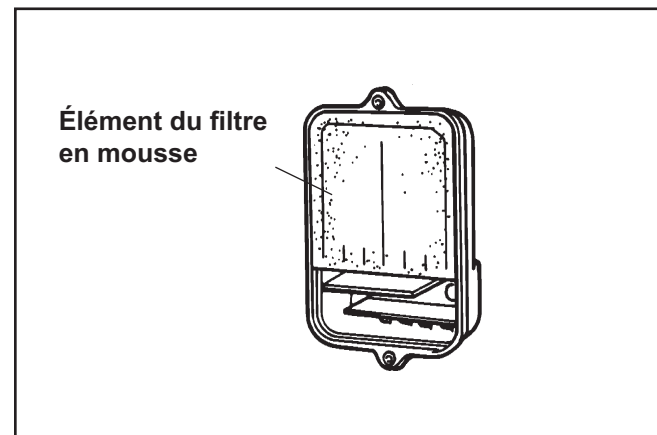

Figure 4-17. Détails du filtre à air en mousse.
2. Retirer l'élément en mousse du carter du filtre à air. Voir la figure 4-17.
6. Assurer que la plaque de fixation carrée en métal est positionnée correctement dans le boîtier. Voir la figure 4-17.